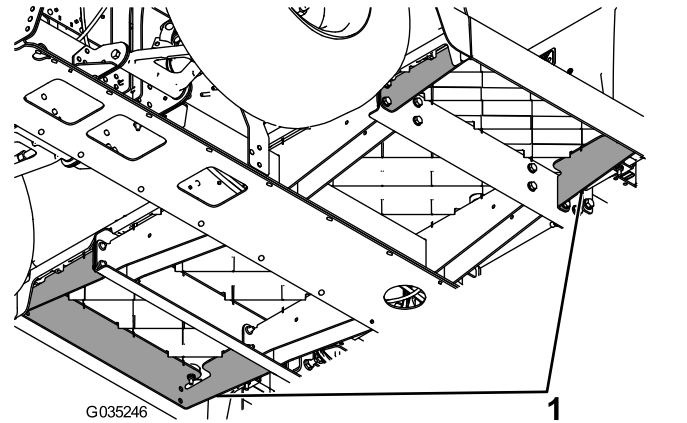

Figura 4
3. Retire um dos suportes existentes da placa do piso (Figura 4).
- Retire o outro suporte existente da placa do piso (Figura 4).